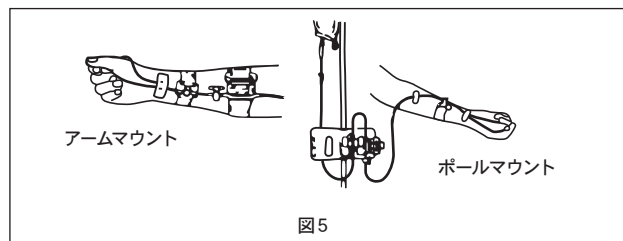

図5
- (6)適切なクランプとホルダーを使用して、センサーをIVポールに取り付けます。センサーをホルダーにパチンとはめます。
- (7)医療機関の規定に従いリザーバーを患者の腕または、適切なクランプとホルダーを用いてIVポールにセットします（図5）。
- (8)輸液バッグを加圧します。流速はフラッシュ装置に加わる圧力により変化します。輸液バッグを300mmHg (40kPa) まで加圧した場合、流速は、 $3 \pm 1\text{mL/hr}$ です。
- (9)予め輸液で満たしたカテーテルに、キットの患者側末端オスルアーコネクターをしっかりと接続します。
- (10)医療機関の規定に従って、システムをフラッシュします。
- (11)前述の「I. フロートラック センサー キット」の「2. ゼロバランス調整および校正」を参考として、ゼロバランス調整等を行ってください。
- (12)また、ダイナミックレスポンス テストおよび定期的保守についても、前述の「I. フロートラック センサー キット」の当該手順を参考としてください。